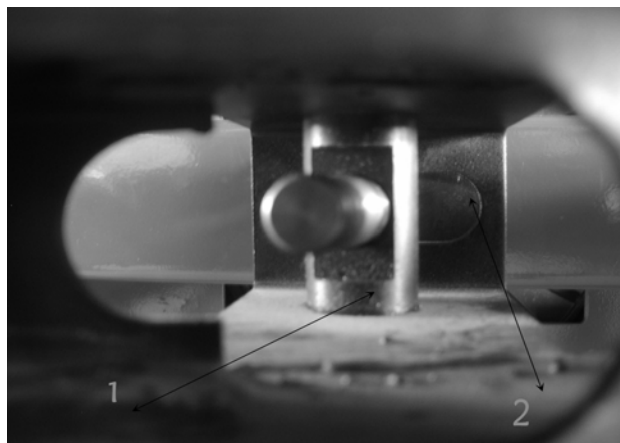

Рис. 4-7
4.2.10 Вставьте шток поршня из отверстия скользящей втулки отбойника (рис. 4-7-1). Плоскость скользящей втулки обращена наружу (рис. 4-7). Вверните отсоединенные винты в передний конец штока поршня.